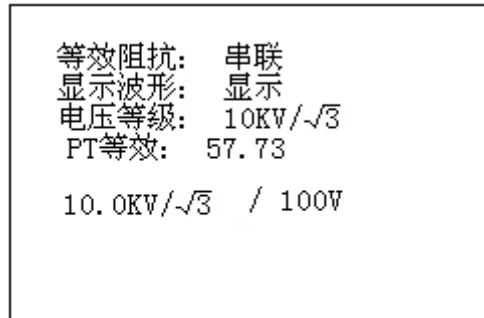

图 13
3. 接通电源后，进入设置菜单（如图 13），其中等效阻抗设置为串联，电压等级设置为系统相电压，PT 变比的设置通过改变公式的分子或分母确定，分子为系统相电压，分母为组成开口三角单个绕组电压的 3 倍。设置完后，按“确认”键，退出并存入设置。